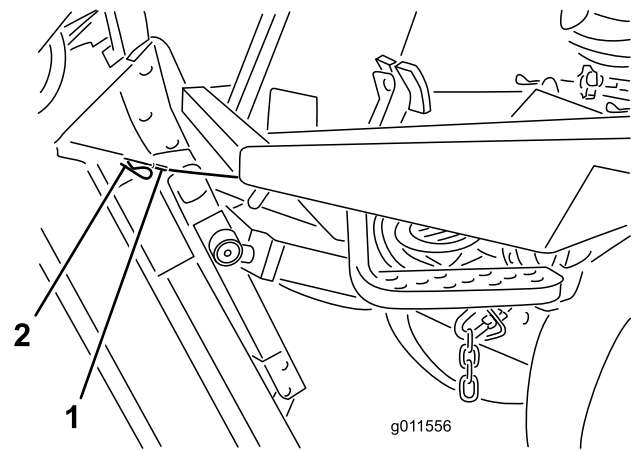

Figura 80
6. Mantenha a unidade na vertical, coloque a extremidade do cabo sobre o pino no braço de elevação da unidade de corte e fixe com o pino de segurança (Figura 80).